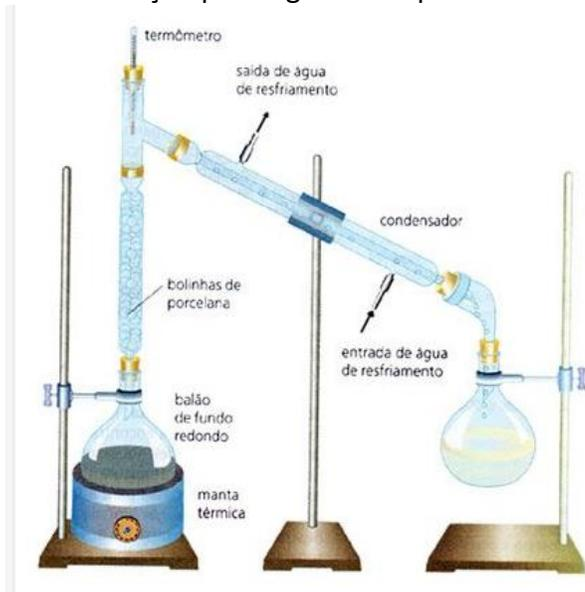

Figura 2- Esquema de um processo de destilação fracionada.
4. Monte um sistema de destilação simples como mostrado na **Figura 2**.